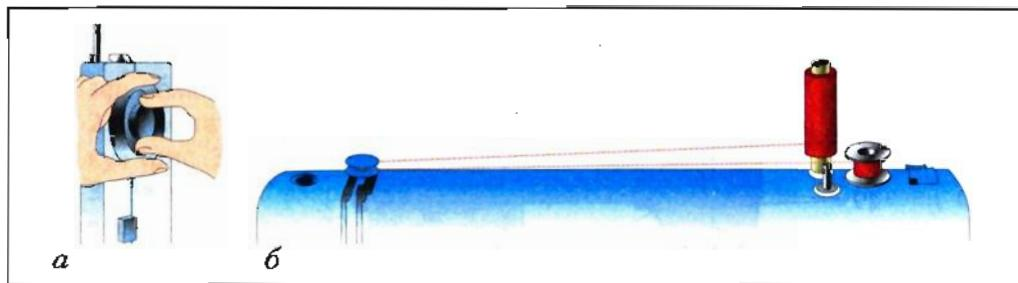

Рис. 34. Намотка нитки на шпульку: *а* – поворот стопорного кольца; *б* – установка катушки и шпульки
1. Отключить механизм швейной машины. Для этого нужно, придерживая рукой маховик, повернуть стопорное кольцо на себя (рис. 34, а).
3. Катушку с нитками установить на штифт для катушек, нитку завести в регулятор натяжения моталки, а ее конец несколько раз обмотать вокруг шпульки (рис. 34, б).